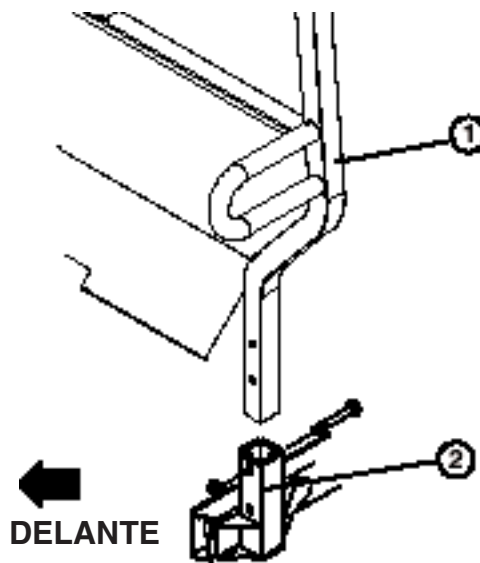

Figura 6
1. Inserte cada lado del sistema en el soporte de montaje a cada lado del bastidor del vehículo, posicionando el sistema de protección según muestra la Figura 6.
2. Fije cada lado del sistema de protección anti-vuelco a los soportes de montaje con (2) tornillos de caperuza de 1/2-13 x 3" lg. y contratuercas.